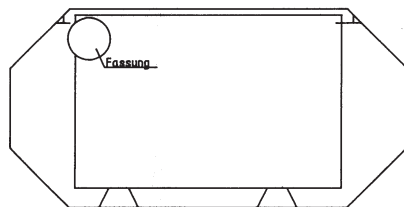

Abb. 7
- bei Wandfluter-Einsatz nicht an der Fassung (Abb. 7),